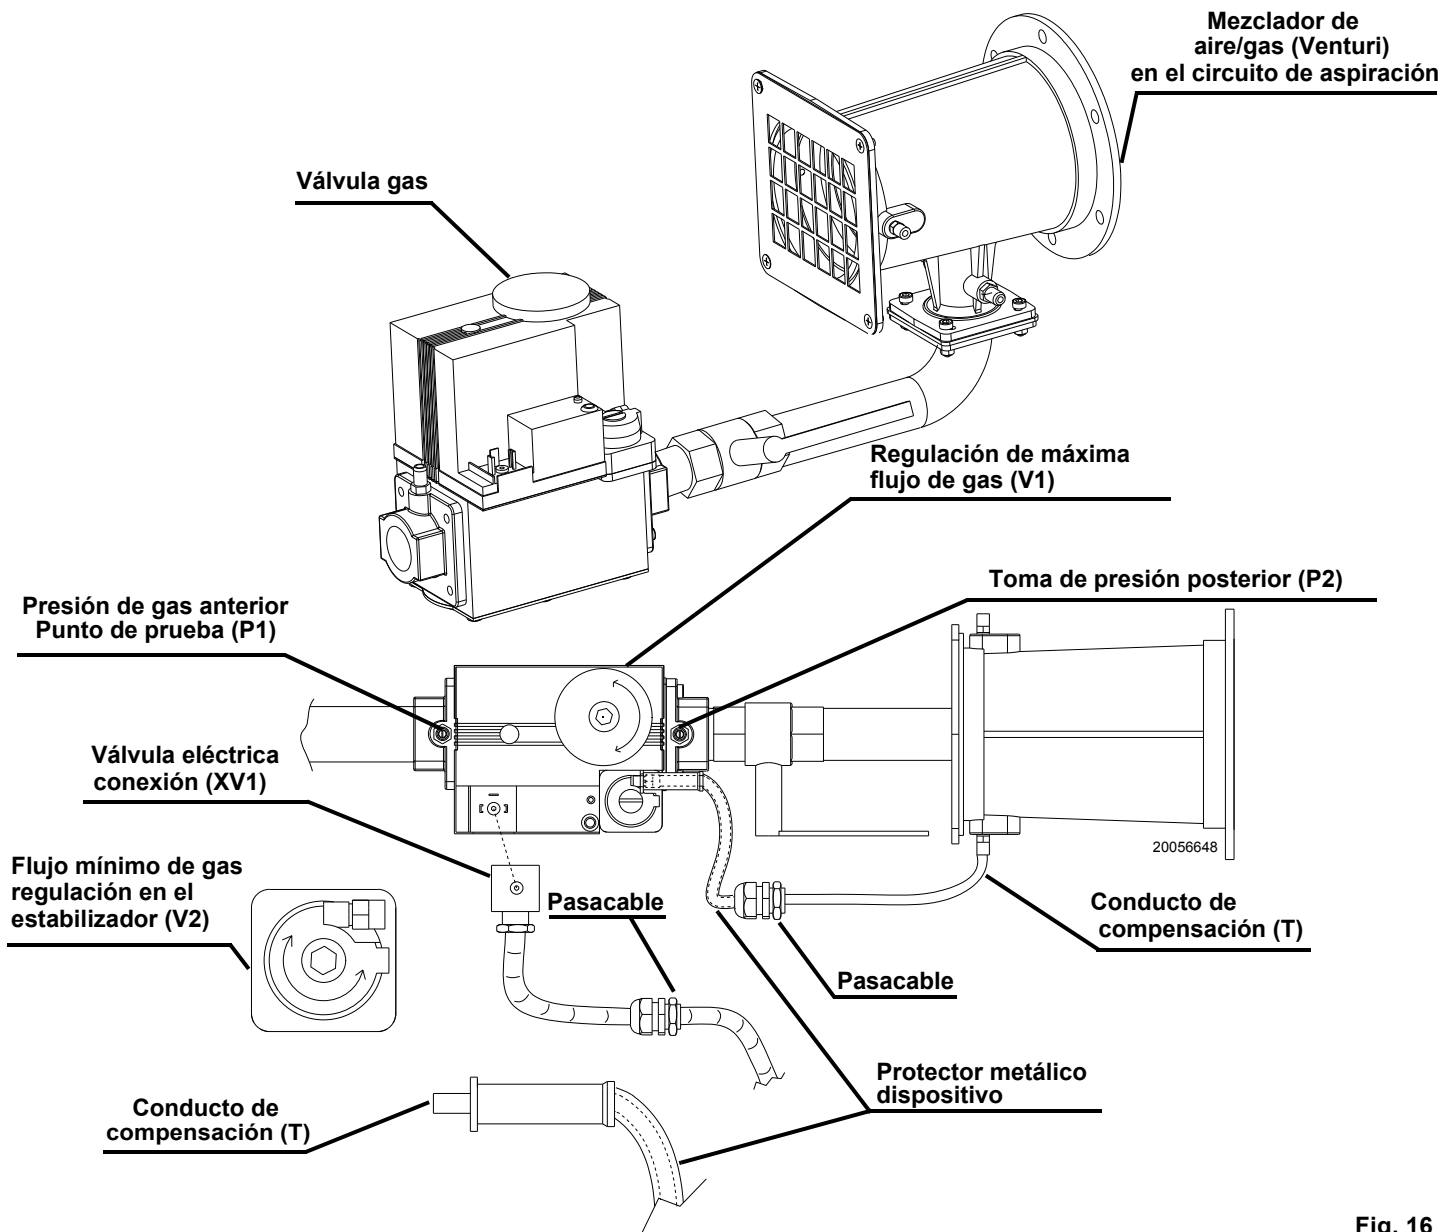

Fig. 16
- purgar el aire de las tuberías de gas usando el tornillo en la toma (Fig. 16, página 22).